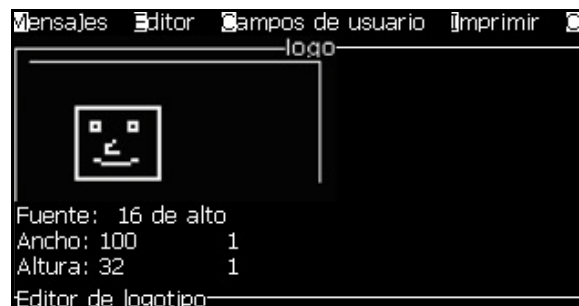

Figura 5-50. Crop Logo (Recortar logotipo)
- 1 Pulse la tecla *Enter* y aparecerá un recuadro que muestra los límites actuales del gráfico (Figura 5-50).